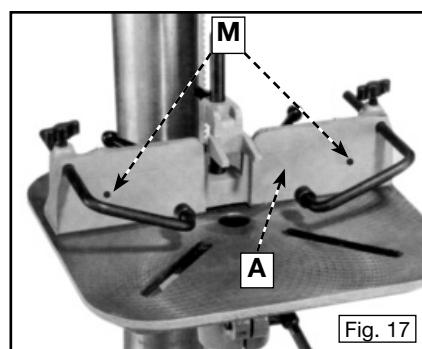

Fig. 17
NOTA: Si está cortando una mortaja en el centro de una pieza de trabajo de menos de 19,05 m (3/4") de espesor, puede fijar un reborde auxiliar de madera a la guía (A) Fig. 17, pasando tornillos a través de los orificios (M).